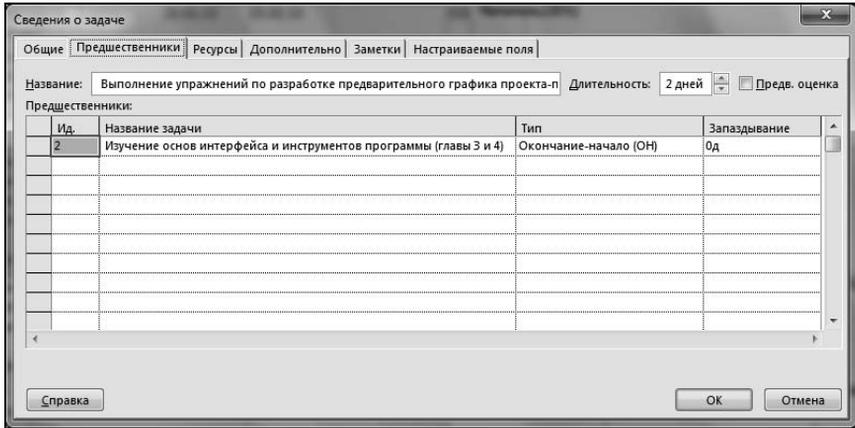

Рис. 4.47. Окно **Сведения о задаче**, вкладка **Предшественники**
4. На вкладке **Предшественники** (рис. 4.47), предназначенной для управления последовательностью выполнения задач, можно определить перечень предшествующих задач. На этой вкладке, так же как и на всех других вкладках этого